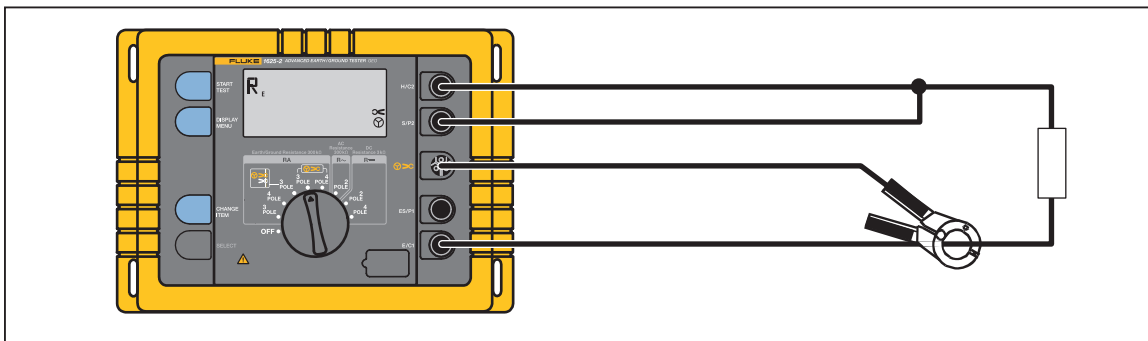

Figura 9. Conexão do transformador do tipo alicate
4. Conecte o transformador tipo alicate. Veja a figura 9.